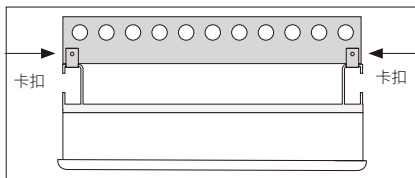

图8: 顶部图
- 用附件中的螺钉将逆变器的顶部拧到挂装板上, 如图 8 所示。